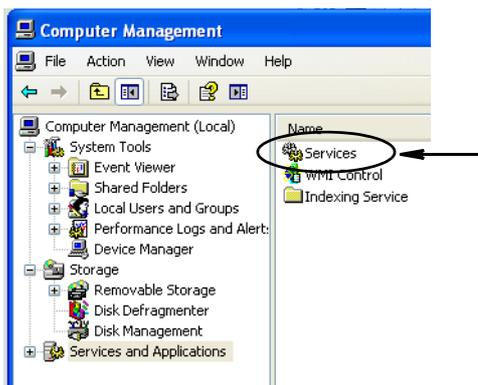

FIG. 55
c. Fare doppio clic su Servizi (FIG. 55).